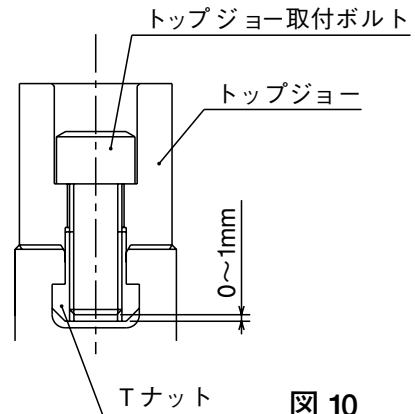

図 10
- ジョー取付ボルトの T ナットに対するねじ込み深さが浅いと、T ナットが破損し、ジョーや工作物が飛散して危険。取付ボルトが長すぎてT ナット底面から突き出ている場合も、トップジョーが固定されないため、ジョーや工作物が飛散して危険。従って、ジョー取付ボルトの全長はTナットの底面より 0~-1mm 程度とすること。(図 10 参照)